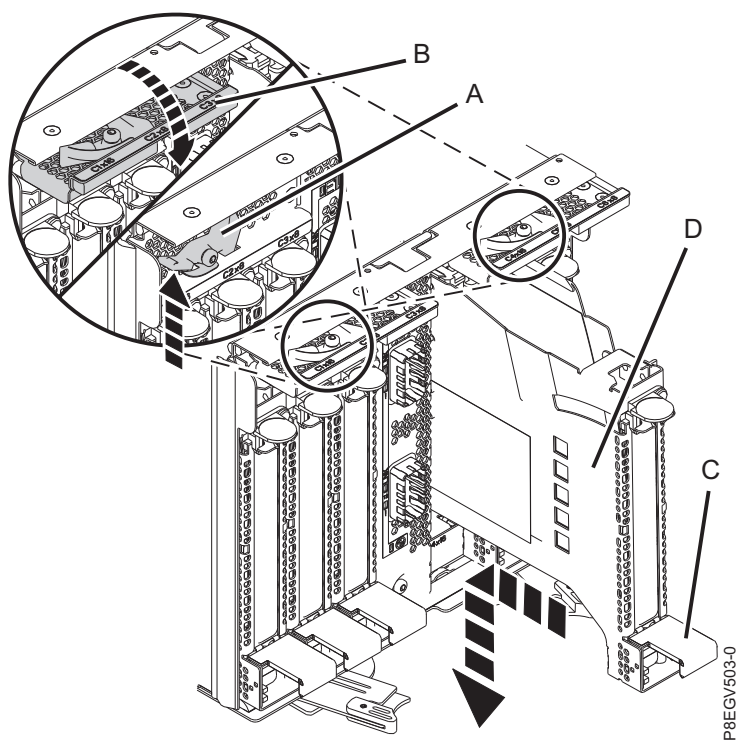

Figura 6. Instalación de una casete de adaptador PCIe
- b. Sujete cuidadosamente la casete de adaptador (**D**) por su borde superior y alinéela con la ranura. Consulte Figura 6 en la página 7.
- d. Cuando la casete de adaptador PCIe (**D**) esté completamente insertada en la ranura, presione el asa del casete (**C**) hacia abajo para bloquear la casete de adaptador (**D**) en su conector. Consulte Figura 6 en la página 7.
- f. Haga girar las puertas del pestillo (**B**) hacia abajo y presiónelas en la posición de cerrado, tal como se muestra en la Figura 6 en la página 7. Los pestillos del adaptador (**A**) quedan automáticamente bloqueados en su sitio.